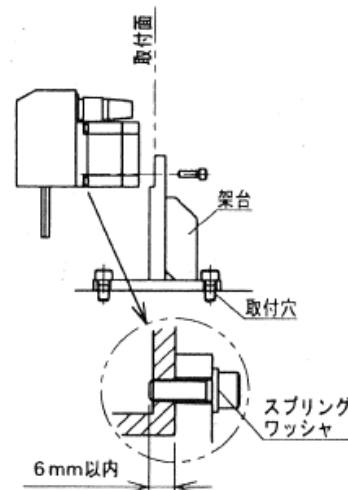

図3
1. 図3に示す取付面をしっかりと架台などに取り付けます。振動が出る構造物や薄い板金上には取り付けないでください。また被取付面のフラットが出ていないと製品が変形し機能を低下させます。0.05/100mm以下の平坦面にお取り付けください。